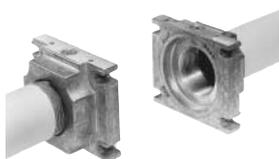

Fig. 10
3. Extraer el GasMultiBloc entre las bridas roscadas (Fig. 10).